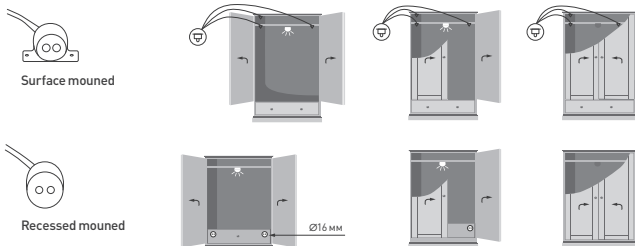

Рисунок 2. Установка ИК-датчика DOOR/HAND
- Датчик DOOR должен быть смонтирован т. о., чтобы дверь в закрытом положении находилась на расстоянии до 10 см от лицевой стороны датчика (рис. 2). Свет будет включаться, когда любой из 3 датчиков будет открыт и выключаться при закрывании всех 3 датчиков. Для лучшего отражения ИК-сигнала от черных поверхностей наклейте на дверь небольшой отражающий элемент.